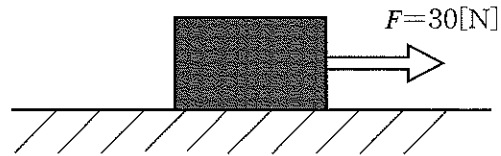

図 2
- 3 図2は、水平面で静止していた質量 10kg の物体に水平な力を加えたところ、 30N で動き始めたようすである。次の各問に答えなさい。